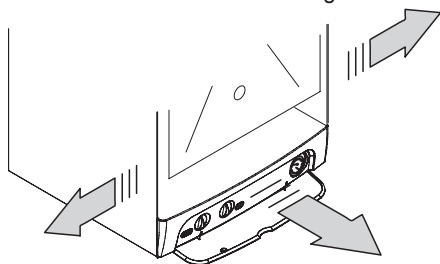

Fig. 5.24
• Spostare i pannelli laterali e estrarre frontalmente il pannello comandi per accedere alla morsettiera di alimentazione Fig. 5.24.